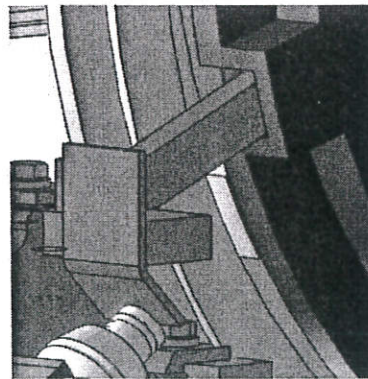

图 5
(1) 检查制动块是否在制动鼓的凹槽内, 如图 5。
要特别检查制动块是否在制动鼓的凹槽内(图 5)。